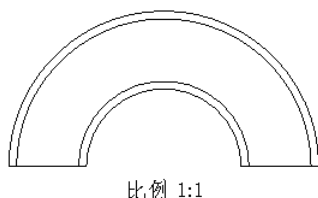

图 3.12.15 主视图
Step4. 选取 **类别** 区域中的 **视图显示** 选项, 在 **显示样式** 下拉列表中选择 **消隐** 选项, 在 **相切边显示样式** 下拉列表中选择 **无** 选项, 其他参数采用系统默认值, 单击 **确定** 按钮, 此时主视图如图 3.12.15 所示。